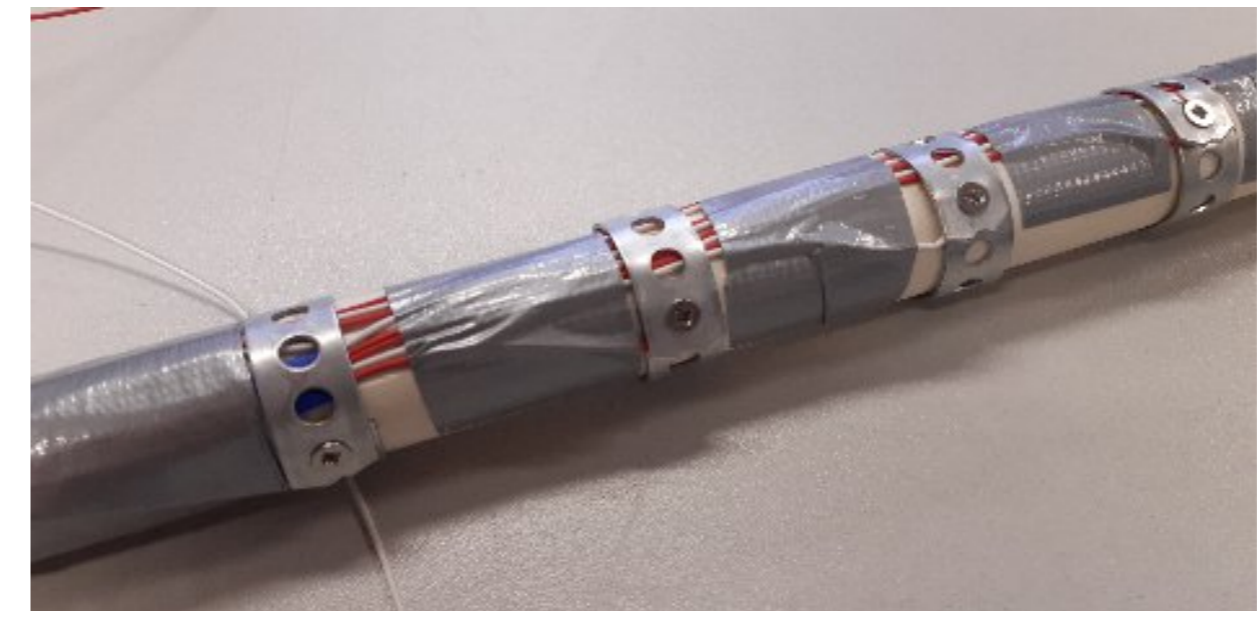

Abb. 3: Detail eines Bohrlochelektrodenstabes
- Hohe IP-Phasen nicht sinnvoll (hier nicht gezeigt) → ggf. zu viel Metall durch Bauweise (vgl. Abb. 3)